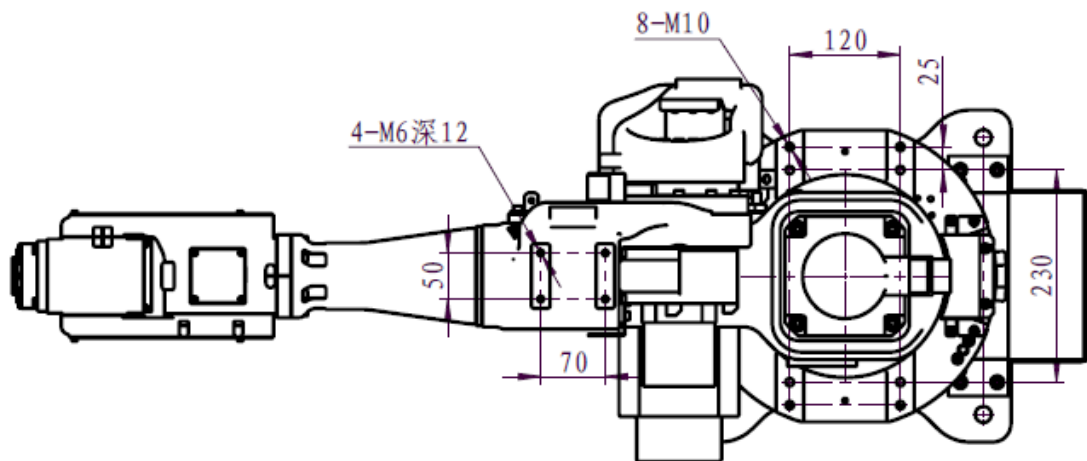
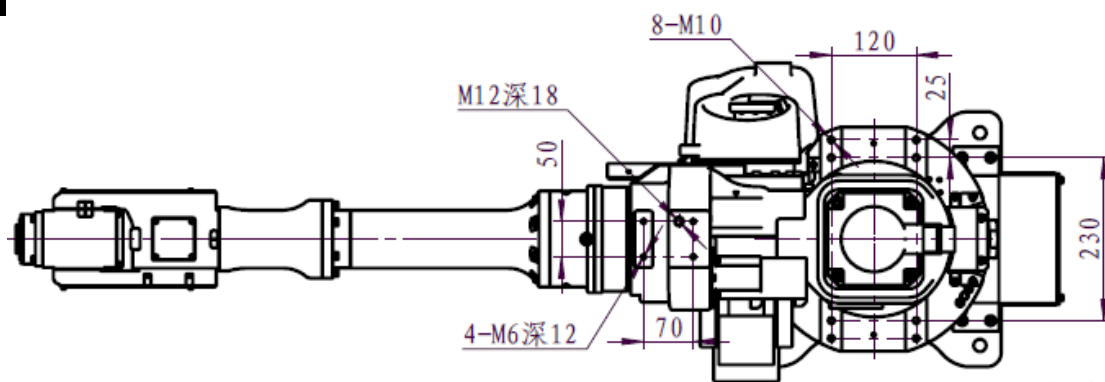

图 3.9 SA1400 前臂驱动箱体及旋转座辅助安装孔尺寸图
图 3.10 SA1800 前臂驱动箱体及旋转座辅助安装孔尺寸图
3、SA1400 前臂驱动箱体及旋转座辅助安装孔尺寸如图 3.9 所示；SA1800 前臂驱动箱体及旋转座辅助安装孔尺寸如图 3.10 所示。